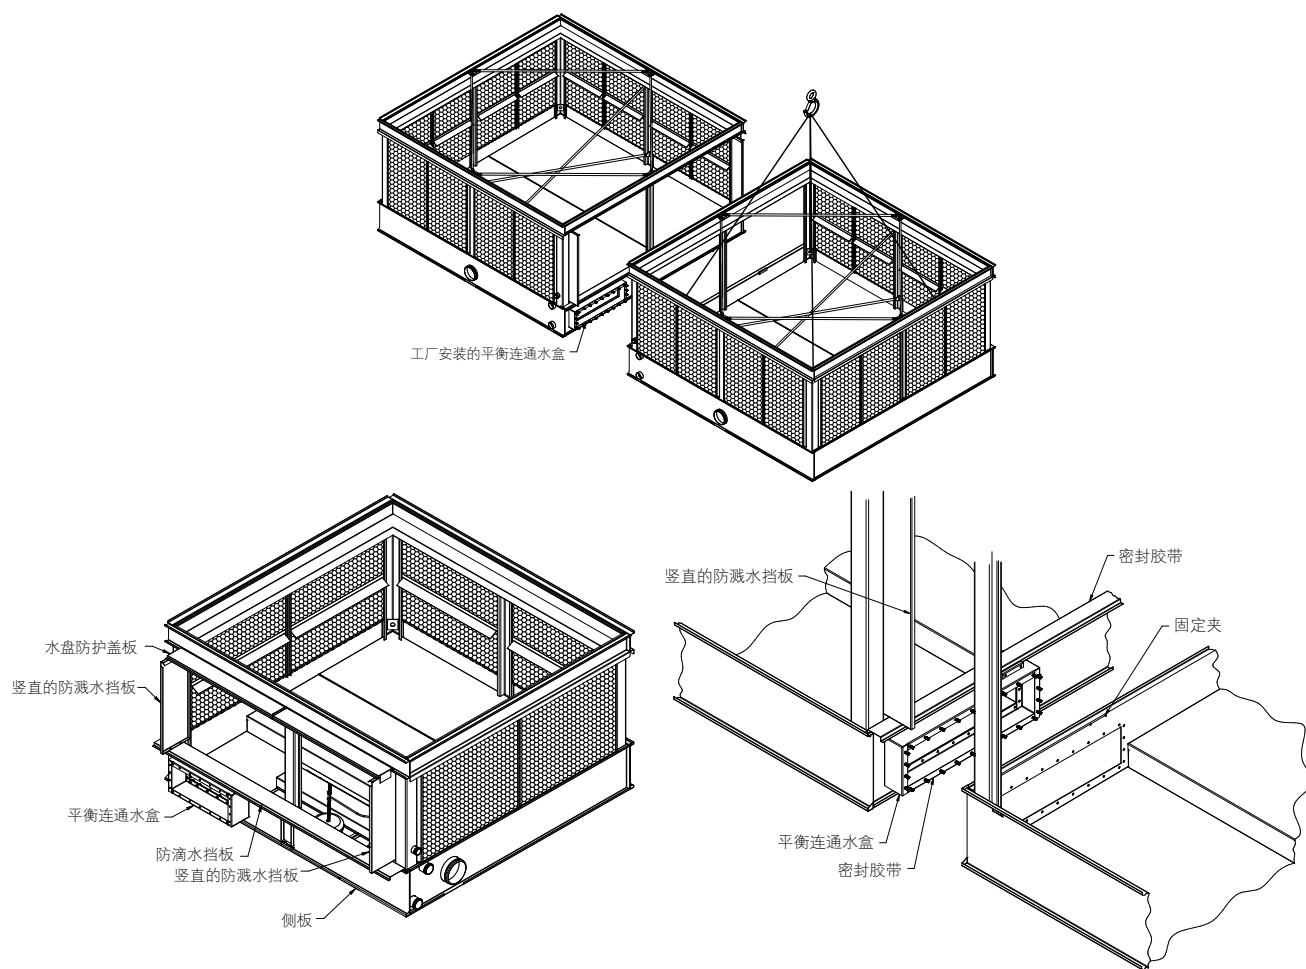

图 3a — 多模块机组下段的连接
10. 把竖直的防溅水挡板放在立柱的折弯处。对于镀锌钢机组，采用5/16" (8mm)的自攻螺钉固定竖直挡板。对于不锈钢机组，采用5/16" (8mm)的不锈钢螺栓及螺母来固定竖直挡板（如图3a所示）。